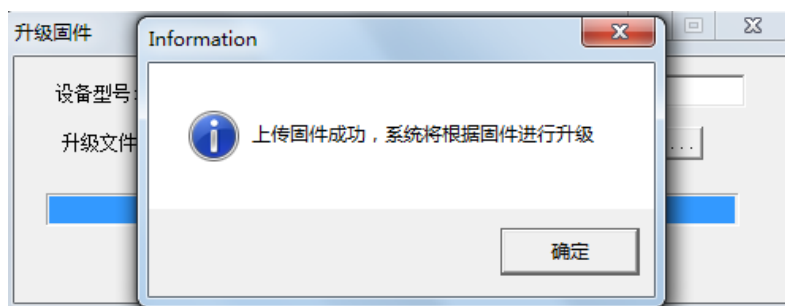

图 6.16 固件升级完成
4. 大约 1 分钟后，固件即可升级完成，如图 6.16 所示。然后等待大约 30 秒系统进行初始化和启动。